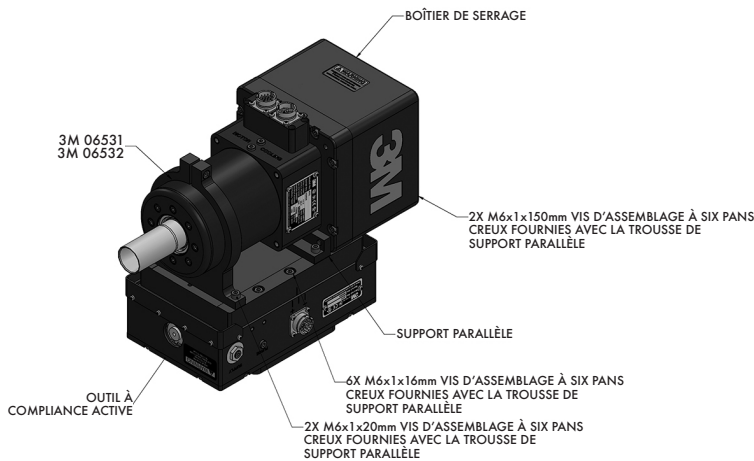

Figure 1. Configuration de l'axe parallèle du moteur à axe
La configuration de l'axe parallèle est illustrée à la figure 1, où l'outil est fixé au chariot de l'outil à compliance active grâce à une trousse de montage parallèle. La trousse de montage parallèle est placée sur le chariot et fixée à l'aide des quatre (4) vis d'assemblage à six pans creux M6 x 1 x 20 mm fournies. L'outil est ensuite fixé à la trousse de montage parallèle, comme illustré, avec deux (2) vis d'assemblage à six pans creux M6 x 1 x 20 mm à l'avant du boîtier du moteur. Deux (2) d'assemblage à six pans creux M6 x 1 x 145 mm traversent le boîtier de serrage/la plaque de montage. Les pièces de fixation doivent être serrées au couple spécifié dans la section des caractéristiques techniques.